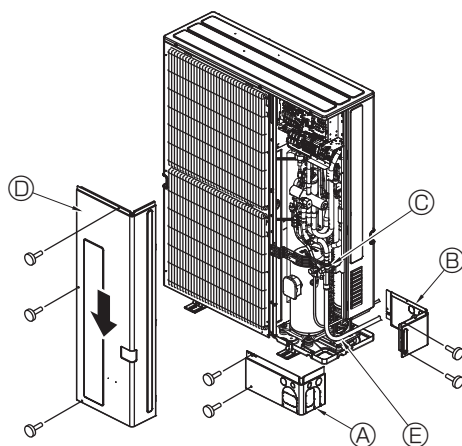

Fig. 4-7
4.5. Σωληνώσεις ψυκτικού υγρού (Fig. 4-7)